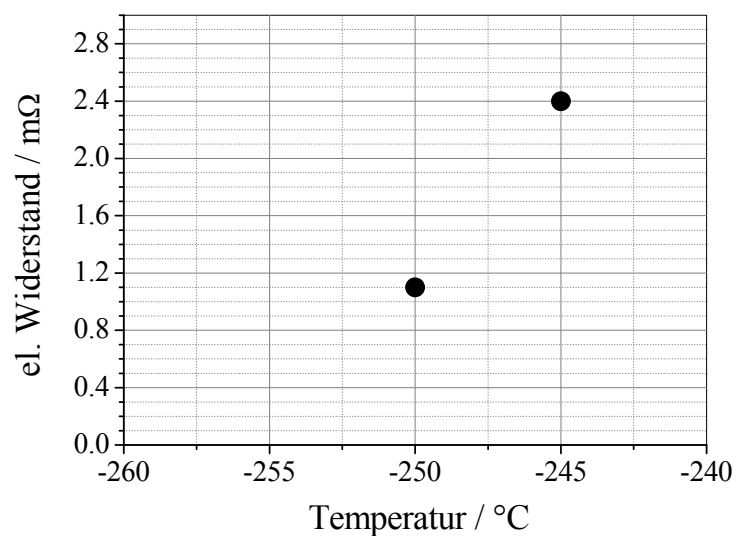

Bild 2: Widerstand des Pt-Drahts bei sehr tiefen Temperaturen
c) Bei zwei sehr tiefen Temperaturen wurde der Widerstand der Pt-Probe gemessen (Bild 2). Berechnen Sie hieraus den Widerstand R für die Temperatur $\theta = -240\text{ °C}$. **(2 Punkte)**